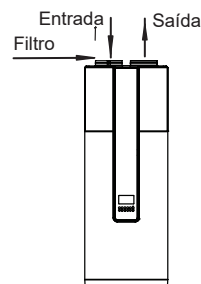

Fig. 3-14
- 5) Instalação de filtro na entrada da unidade. No caso da unidade com conduta, o filtro deve ser colocado na posição de entrada da conduta. (Fig. 3-14/3-15)